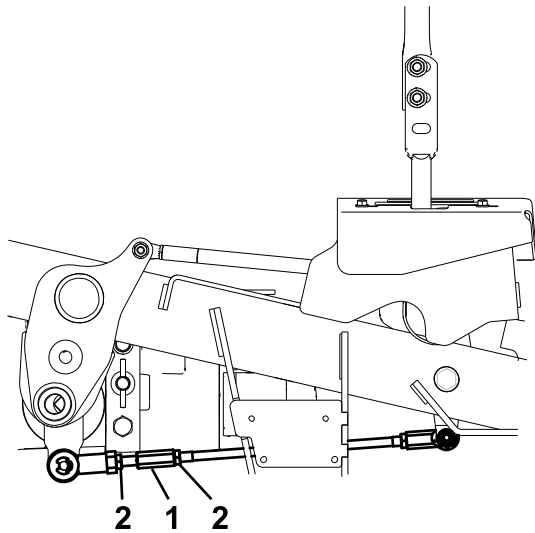

Figure 67
- Régalez la longueur des tiges de pompes en tournant les doubles écrous dans le sens voulu jusqu'à ce que les roues tournent légèrement en marche arrière (Figure 67).